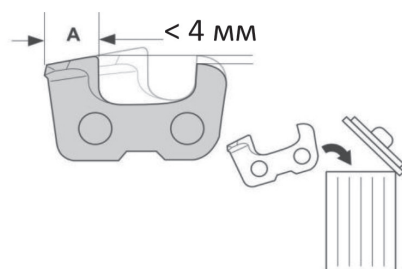

Рис. 16
3. Следите за тем, чтобы режущая кромка все зубьев пильной цепи, с обеих сторон, была бы после заточки до одной и той же длины. В противном случае, заточенную цепь при пилении, будет «уводить» вправо или влево. Если длина режущей кромки зуба уменьшилась до 4 мм (рис. 16), пильная цепь считается изношенной и подлежит замене.